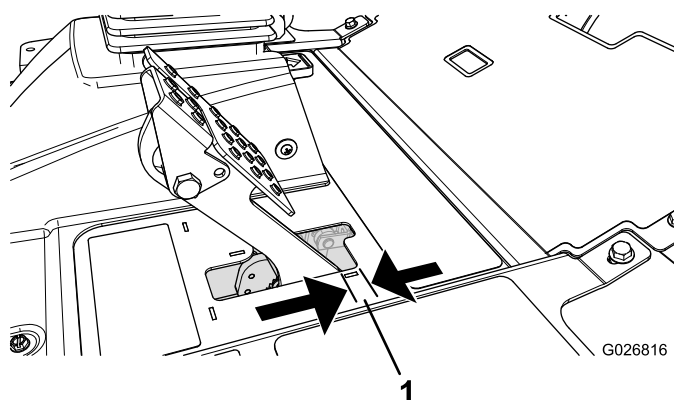

Figura 87
Ajuste os travões se o pedal do travão apresentar uma folga superior a 2,5 cm (Figura 87) ou quando os travões não funcionarem de forma eficaz. Folga é a distância percorrida pelo pedal antes de se verificar qualquer resistência ao movimento.
2. Aperte a porca traseira para deslocar o cabo para trás até que os pedais dos travões apresentem uma folga de 6,3 a 12,7 mm (Figura 87), antes de a roda bloquear.